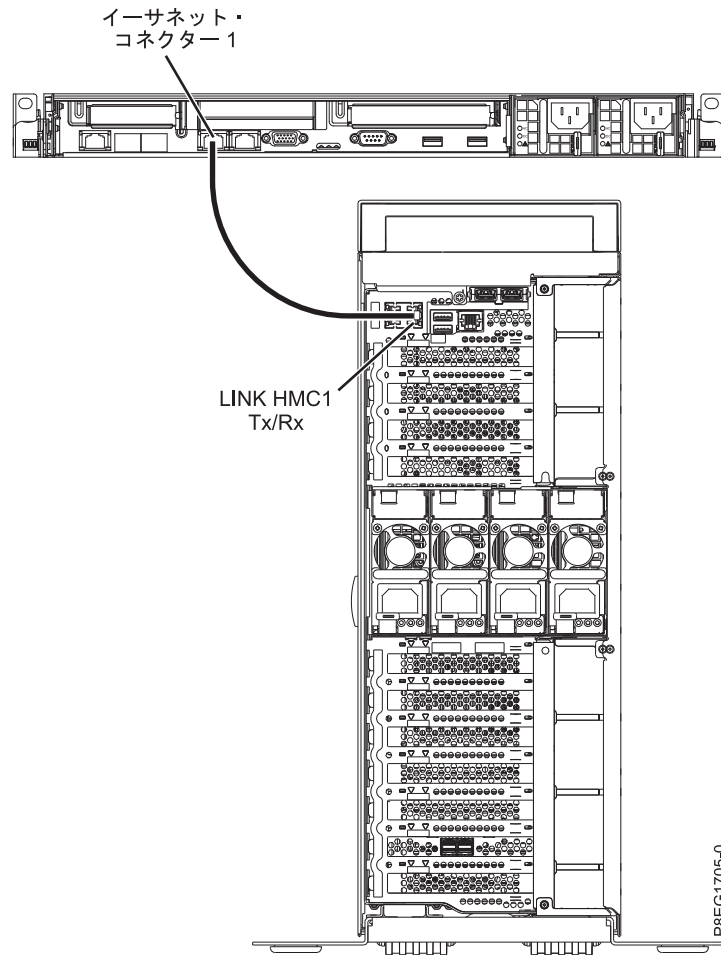

図 21. 管理対象システムへの HMC の取り付け
1. HMC を管理対象システムに直接接続する場合は、HMC の イーサネット・コネクタ 1 を管理対象システムの HMC1 ポートに接続します。 45 ページの図 21 を参照してください。